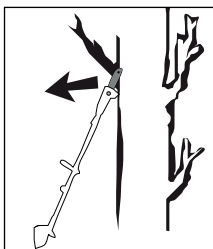

Bild 2
- Ett kast kan uppstå om styrskenans **23** spets kommer i kontakt med ett föremål eller när en gren böjs så att sågkedjan **17** kläms fast i snittet (se bild 2).